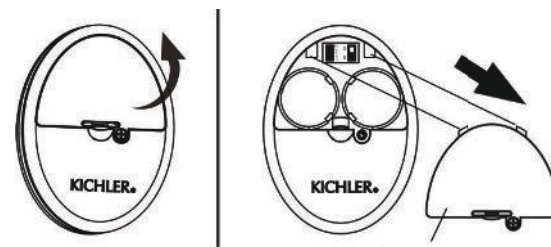

Figura 25
**Paso 1.** Con un destornillador, quite la tapa de la batería del control remoto y guarde el tornillo para usarlo más adelante. (Figura 25)